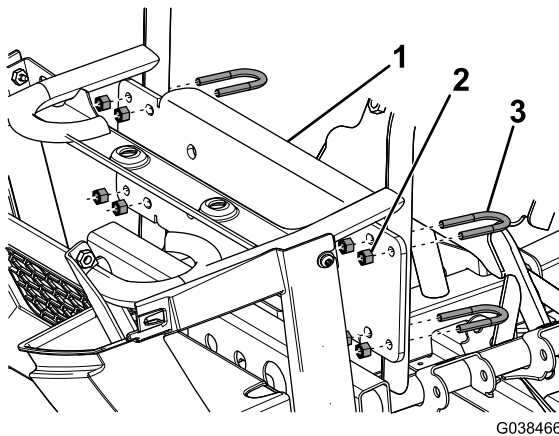

Bild 9
8. Befestigen Sie die obere Halterung lose mit vier kleinen U-Bügeln und acht Sicherungsmuttern (5/16") am Fahrzeug, wie in Bild 9 abgebildet.